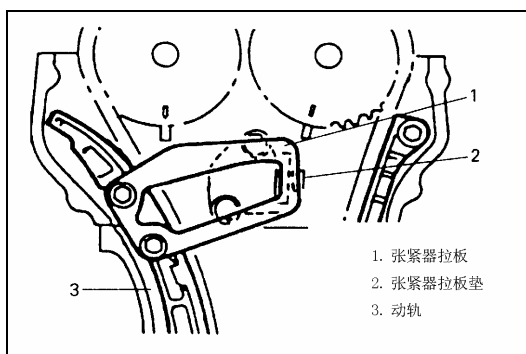

Рис. 4-44.
8). Установить соединение натяжителя цепи привода синхронизации, Рис. 4-44.